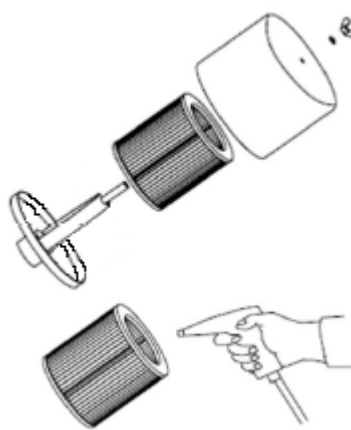

Рисунок 9
8.3.3 Очистка и замена фильтра воздушного (рис.9):